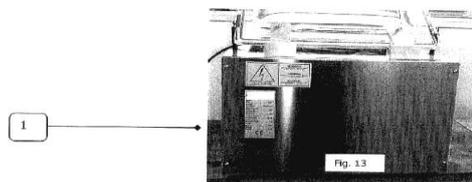

Рис. 13
1. Снимите защитный кожух (рис. 13, поз. 1) для чего следует отвинтить 4 (6) крепёжных винтов, открывающих доступ внутрь машины.